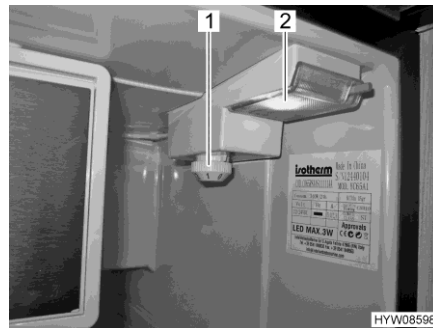

Bild 92 Reglage, knappar (kylskåp)
- Vrid temperaturregulatorn (Bild 92,1) medurs från läge "0" till läge "1". Apparaten är påslagen, innebelysningen (Bild 92,2) är tänd.
- Vrid temperaturregulatorn (Bild 92,1) moturs till läge "0". Vrid genom motståndet.
- Ställ in temperaturen på temperaturregulatorn (Bild 92,1).